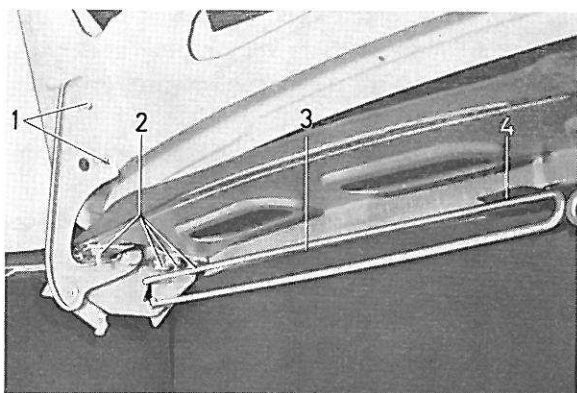

Figure 34. Suspension de coffre à bagages
La porte du coffre s'articule sur deux charnières qui sont fixées chacune par deux vis (1, figure 34) sur la tôle intérieure de la porte, ainsi que par un écrou et trois vis (2).